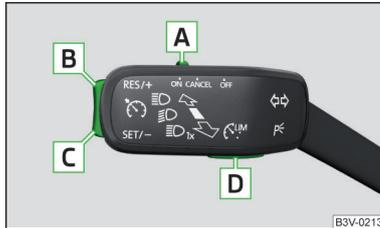

Abb. 292
Übersicht der Bedienelemente der GRA » Abb. 292
- Durch das Betätigen der Taste **D** » Abb. 292 während der Regelung wird diese abgebrochen und es wird der Geschwindigkeitsbegrenzer aktiviert.